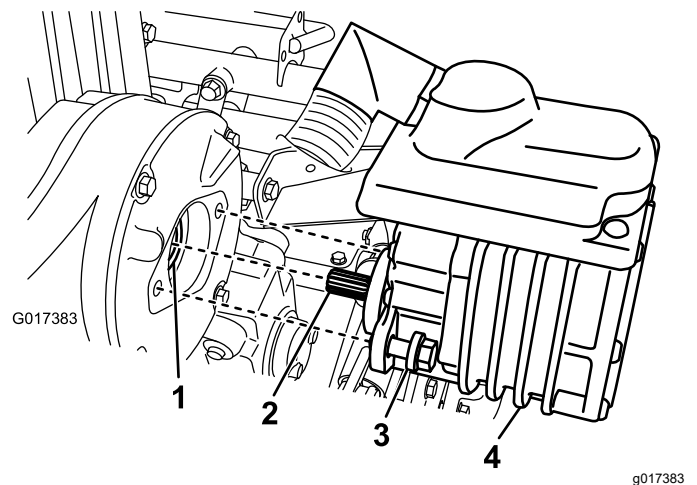

Figura 35
2. Retire los 2 pernos que sujetan el motor a la carcasa de la transmisión (Figura 35).
4. Añada 1 o 2 aplicaciones de grasa con una pistola de engrasar al acoplamiento hembra de la carcasa de la transmisión (Figura 35).